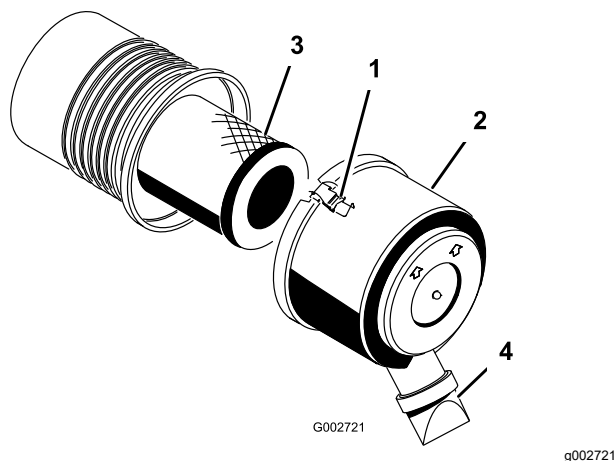

Рисунок 27
1. Отпустите защелки, фиксирующие крышку воздухоочистителя на его корпусе (Рисунок 27).